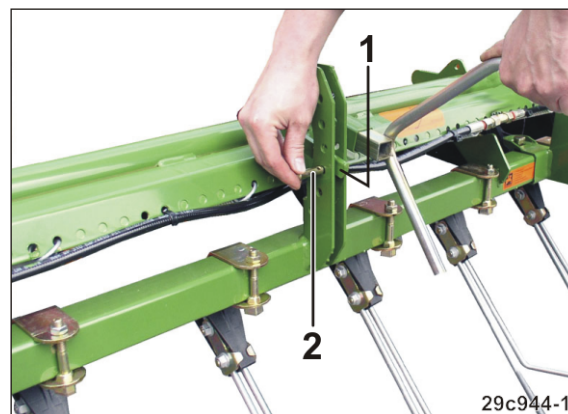

Рис. 97
2. Рычаг (Рис. 97/1) затяните рукояткой для установки нормы высева.
3. Палец (Рис. 97/2) вставьте в отверстие под рычагом.